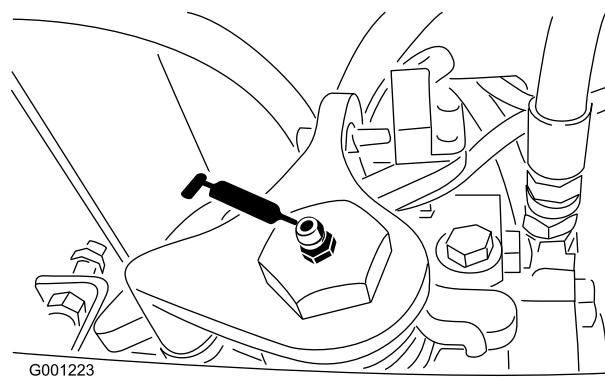

Figura 41
- Eixo neutro da transmissão (Figura 41)